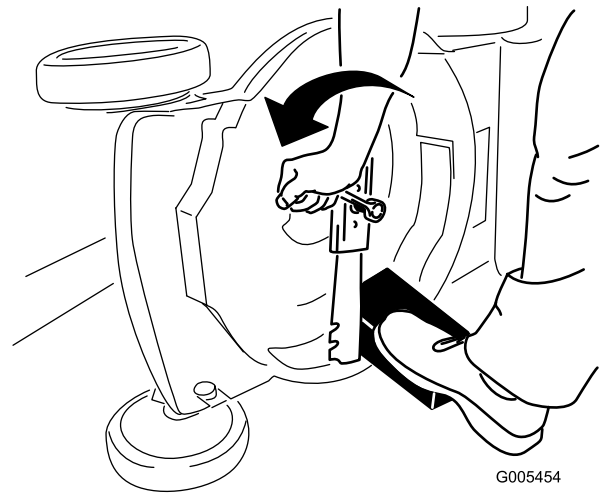

Bild 30
3. Stabilisieren Sie das Messer mit einem Holzblock (Bild 30).
4. Nehmen Sie das Messer ab und bewahren Sie alle Befestigungsschrauben auf (Bild 30).